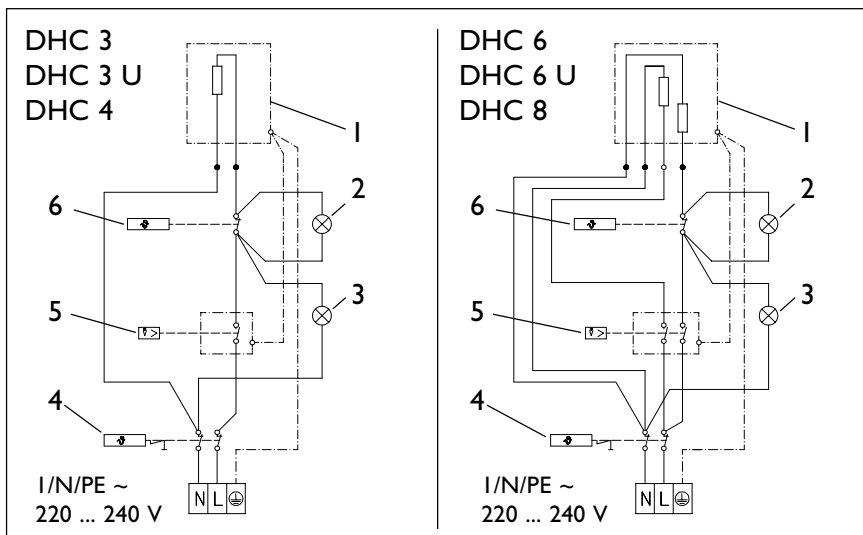

Рис. 14
Прибор должен быть заземлен (см.рис. 14).
### Пояснения к рис. 14
- Осуществить электрическое подключение в клеммной коробке (поз. 10) в соответствии с электрической схемой на рис. 14 и закрутить винты кабельного зажима.
- Подготовить провод (поз. 7) для электрического подключения в клеммной коробке (поз. 10) в соответствии с электрической схемой на рис. 14.
- Стационарно проложить провод (поз. 15) для электрического подключения в клеммной коробке (поз. 16) в соответствии с электрической схемой на рис. 14.
- Электрическое подключение в клеммной коробке (поз. 10) осуществить в соответствии со схемой на рис. 14.